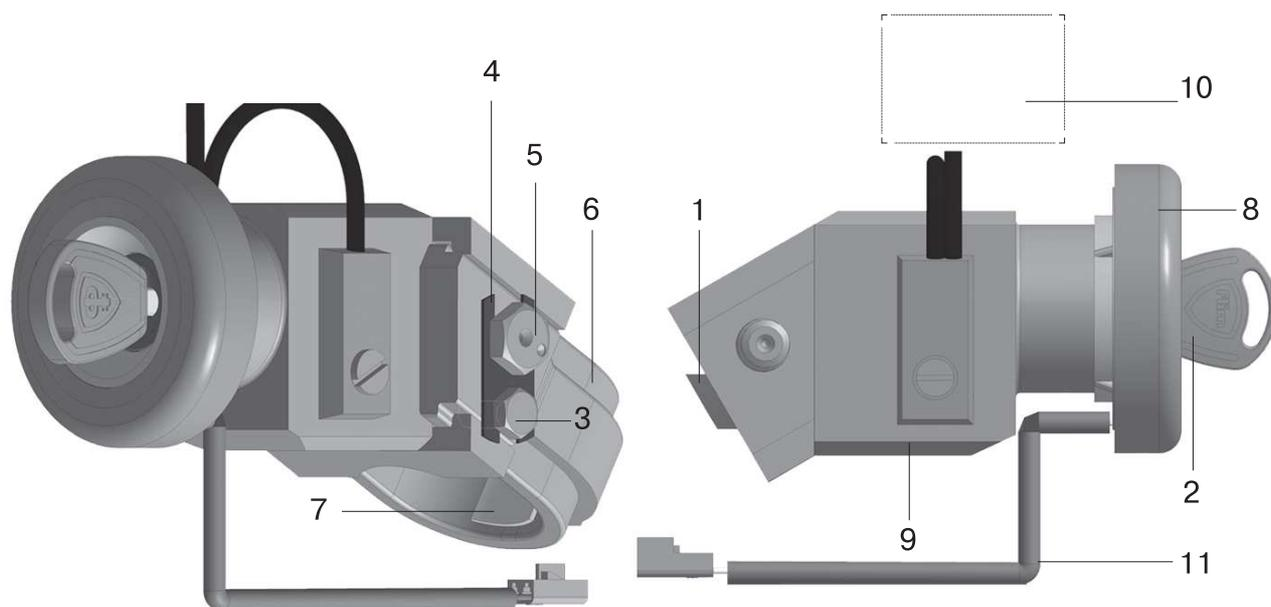

рис. 5 Схема механической части замка
**5.3.** Отведите ригель механического замка (рис. 5, поз. 1) в крайнее положение. Для этого поверните ключ в положение «SET» (ключ остается в замке), как указано в пункте 4.4. Положение ключа в режиме «SET» используется как при монтаже, так и при демонтаже механического замка.
**5.4.** Отверните болт М5 (рис. 5, поз. 3) и снимите планку оси эксцентриковой (рис. 5, поз. 4). Выньте ось эксцентриковую (рис. 5, поз. 5) и разъедините хомут (рис. 5, поз. 6) от корпуса механического замка (рис. 5, поз. 9).
**5.6.** В совмещенные отверстия установите ось эксцентриковую, затем с помощью ключа «S14» поверните по часовой стрелке шестигранную головку на оси эксцентриковой с усилием не более 4,5 кгс·м, обеспечив плотное прилегание корпуса механического замка, к кожуху вала рулевого управления. При наличии зазоров, невыбираемых осью эксцентриковой, используйте прокладки-компенсаторы со скотчем (рис. 5, поз. 7) для устранения зазора, прикрепив их (одну или две) на предварительно снятый хомут. При достижении жесткой фиксации механического замка на кожухе вала рулевого управления, установите планку оси эксцентриковой (рис. 5, поз. 4), закрепив болтом М5 (рис. 5, поз. 3), и отогнув лепестки на планке, зафиксируйте ось эксцентриковую и болт М5 от поворота (фото 2).
**6.4.** После проведения проверки работоспособности электромеханического замка зажигания на автомобиле, установите пластмассовый кожух рулевой колонки, оденьте декоративную насадку с катушкой связи на замок (рис.5 поз.11) и окончательно отрегулируйте пластмассовый кожух рулевой колонки относительно декоративной насадки.